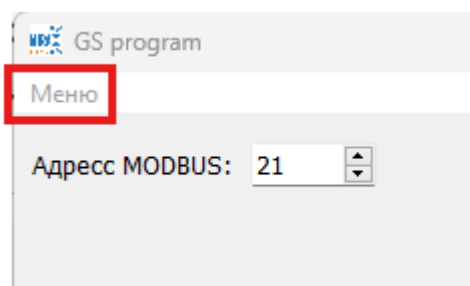

Рис.5 – Кнопка меню
4. Нажмите кнопку «Меню», нажмите и отпустите кнопку «Подключится к устройству» Рис. 5.